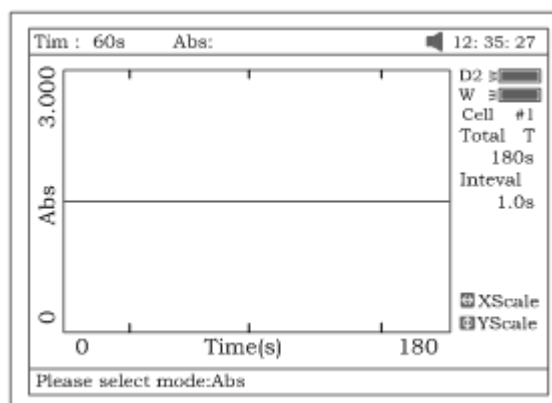

Рисунок 55
2. Выберите режим анализа («Abs» или «%T») нажатием клавиши **[F2]** (рис.55).